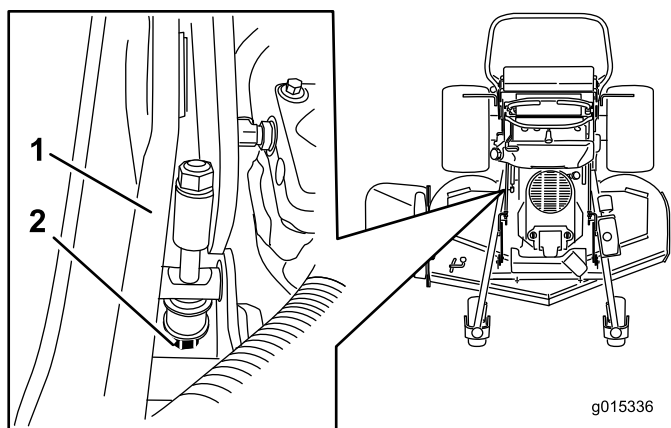

Figura 92
5. Si la medida no es correcta, localice la varilla de ajuste de la altura de corte en el lado derecho de la máquina (Figura 92).
6. Ajuste el perno de ajuste hasta obtener la distancia correcta de 7,6 cm, según se muestra en Figura 92.